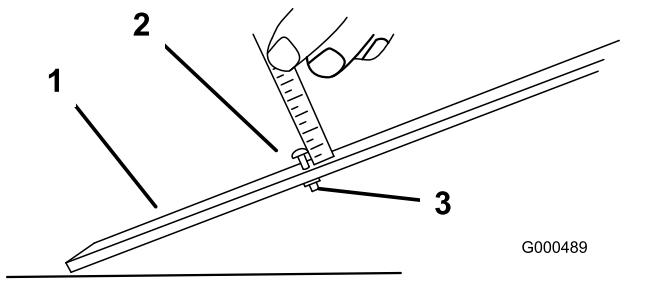

Рисунок 9
- Ослабьте гайку мерной планки и установите регулировочный винт на требуемую высоту скашивания (Рисунок 9).